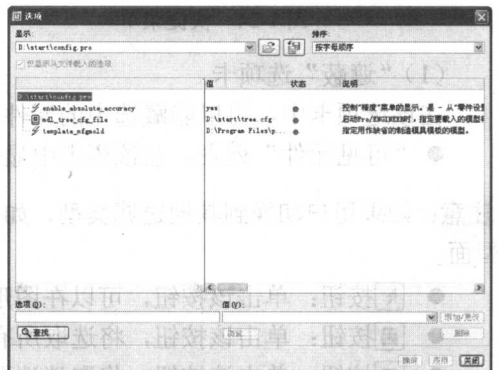

图 1-23 设置选项
④ 单击该对话框底部的 **打开(O)** 按钮，返回“选项”对话框。然后单击 **添加/更改** 按钮，此时“template\_mfgmold”选项及值会出现在“选项”显示选项组中。
⑤ 在“选项”文本框中输入“mdl\_tree\_cfg\_file”，并按“Enter 键”确认。然后单击 **浏览...** 按钮，打开“Select File”对话框。
⑥ 通过“查找范围”下拉列表框，改变目录到启动目录中（如“D:\start”），并选中“tree.cfg”文件。
⑦ 单击该对话框底部的 **打开(O)** 按钮，返回“选项”对话框。然后单击 **添加/更改** 按钮，则“mdl\_tree\_cfg\_file”选项及值会出现在“选项”显示选项组中。
⑧ 在“选项”文本框中输入“enable\_absolute\_accuracy”，并按“Enter 键”确认。然后单击“值”编辑框右侧的 **▼** 按钮，并在打开的下拉列表中选择“yes”选项。最后单击 **添加/更改** 按钮，则“enable\_absolute\_accuracy”选项及值会出现在“选项”显示选项组中，如图 1-23 所示。
⑨ 单击该对话框顶部的 **另存为(S)** 按钮，打开“另存为”对话框。然后接受缺省的文件保存位置（即“D:\start”），并在“名称”文本框中输入文件名“config.pro”。最后单击 **Ok** 按钮，返回“选项”对话框。